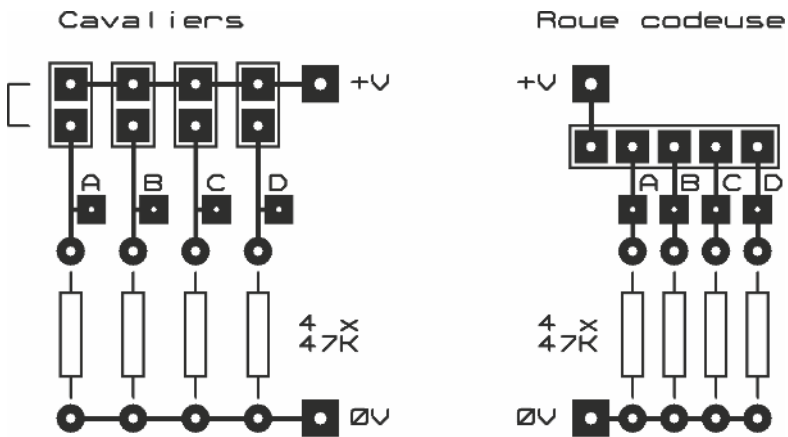

Figure 8.6
**Tentatoo** – Il s'agit des points auxquels il faut connecter les roues codeuses ou les cavaliers qui permettent de configurer le facteur de division, de la façon indiquée en **figure 8.6**. Si vous optez pour des cavaliers, comme je l'ai fait, vous devez suivre le plan de câblage de gauche. Si les roues codeuses ont votre préférence, suivez le plan de câblage de droite.